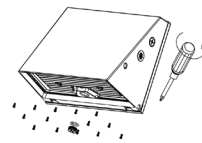

Fig. 3.1
1. Retirer les vis fixant les optiques. Retirer le bouchon de 1/2" du réceptacle du détecteur de mouvement (Fig. 3.1). Les mettre de côté pour le remontage.